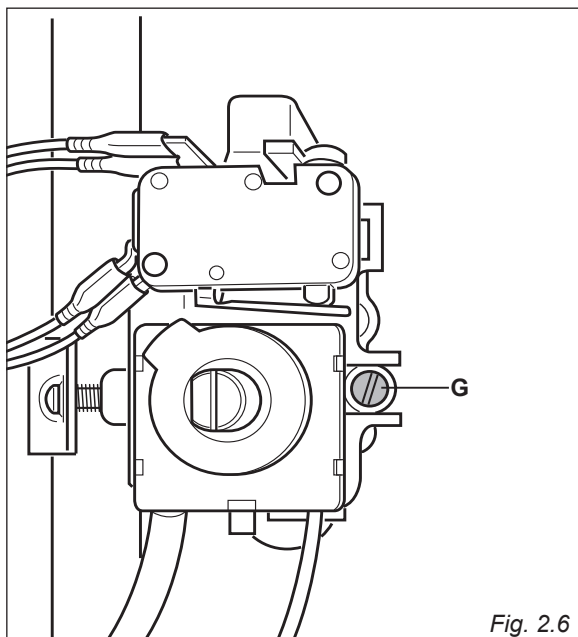

Fig. 2.6
- Sfilare la manopola del termostato e passando attraverso il foro del frontale con un cacciavite a taglio, svitare di circa un giro la vite by-pass "G" (fig. 2.6).
- Dopo aver sfilato nuovamente la manopola e facendo molta attenzione a non ruotare l'asta del termostato, avvitare lentamente le viti di by-pass "G" (fig. 2.6) fino ad ottenere una fiamma di 3-4 mm di altezza.